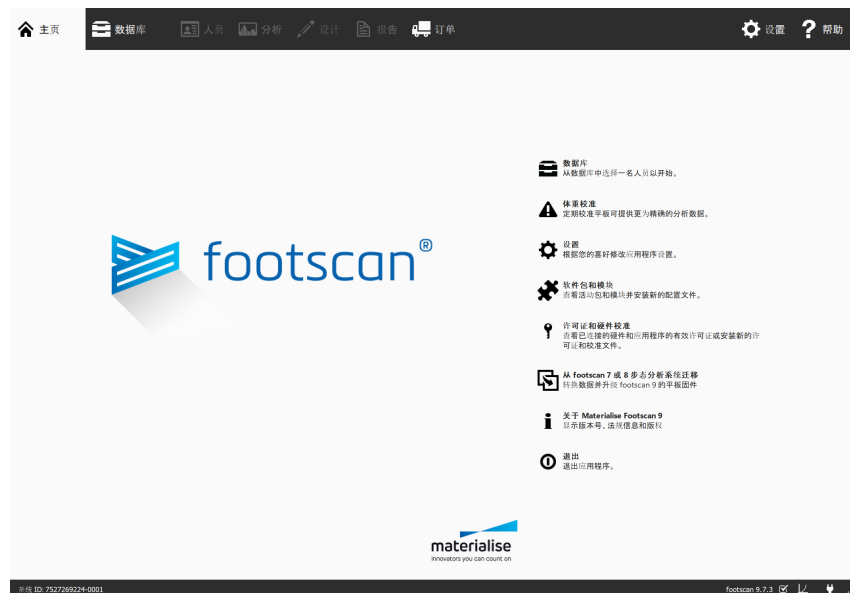

Figure 10: 可在主屏幕打开许可证和硬件校准对话框。
2. 单击主屏幕的 许可证和硬件校准 按钮(图 10)。如需了解关于主屏幕的更多信息,请参阅第 6 节。